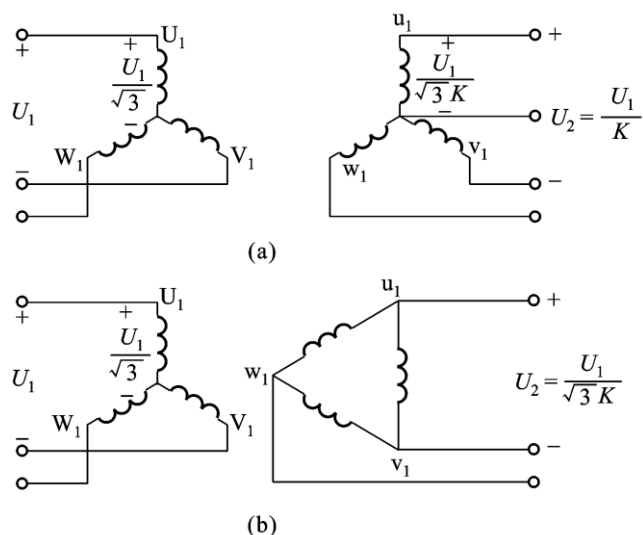

图 2 三相变压器的联结方式
(1)  $Y/Y_0$  联结如图 2(a) 所示，线电压之比为
$Y/\Delta$  和  $Y_0/\Delta$  联结电路如图 2(b) 所示，线电压之比为